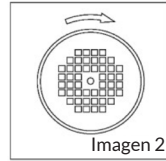

Imagen 2
3. Verifique si el motor gira en sentido de las agujas del reloj (véase imagen 2 para consultar la dirección del giro en la tapa del ventilador).